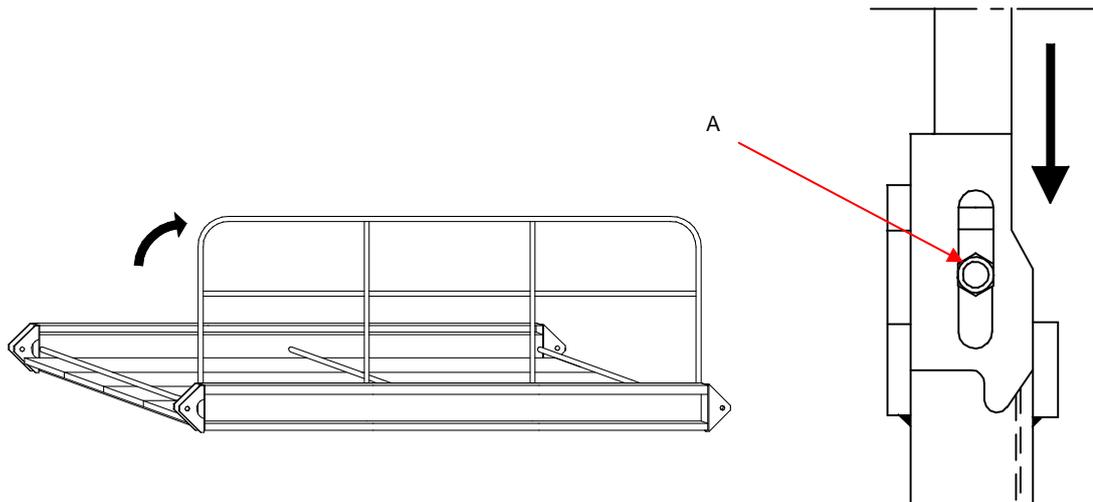

Fig. 2-18 Fijación de las Barandillas
- Desplegar la barandilla hasta su posición vertical. (Ver Fig. 2-18 izquierda).
- Encajar al barandilla en las guías correspondientes ejerciendo presión hacia abajo, ayudándose en caso necesario de un martillo. (Ver Fig. 2-18 derecha).
- Para dejar asegurada la barandilla apretar el tornillo A. (Ver Fig. 2-18 derecha).